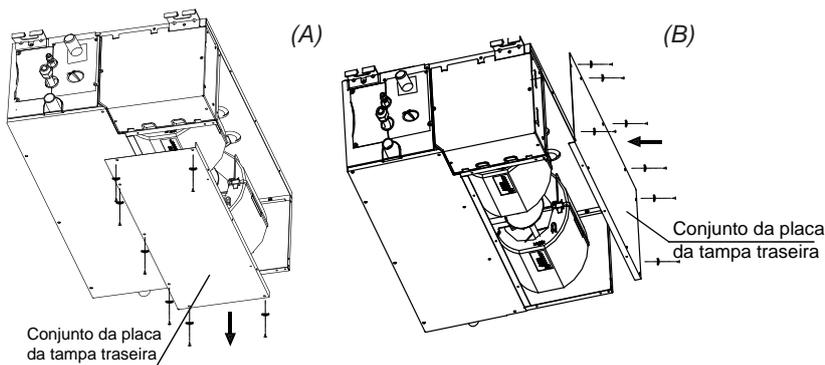

Figura 2.2
- Remova o conjunto da placa da tampa traseira (A - figura 2.2).
- Instale o conjunto da placa da tampa traseira (B - figura 2.2).